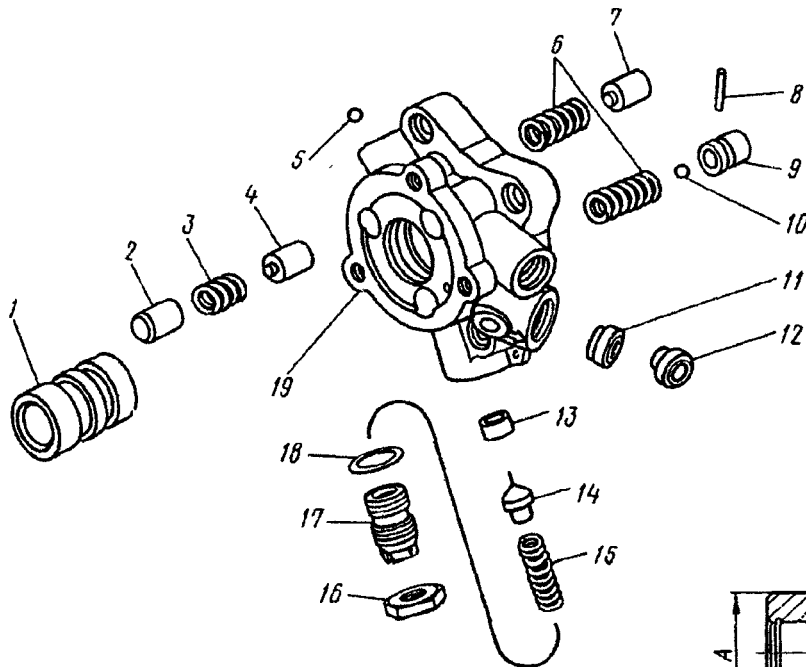

Рис. 259. Клапан управления гидроусилителем руля:
Примечание. Предохраните от выпадания реактивных плунжеры 2, 4, 7 (см. рис. 259) клапана управления
25. Выньте из корпуса 19 (рис. 259) клапана управления реактивные плунжеры 2, 4, 7, обратный клапан 9, реактивные пружины 3, 6	—
29. В корпус обратного клапана 9 (см. рис. 259) вложите шарик 10 и установите шплинт 8. | Отвертка
65. Отрегулируйте предохранительный клапан рулевого механизма вращением регулировочного винта 17 (см. рис. 259).	Отвертка